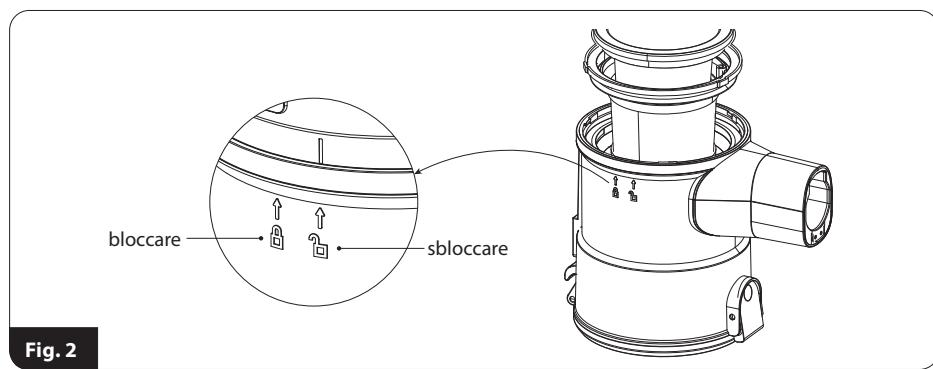

Fig. 2
2. Girare leggermente il coperchio del serbatoio per la polvere (10) e sollevarlo verso l'alto. Prestare attenzione alle marcature sul contenitore, che indicano il rilascio del blocco (fig.2).